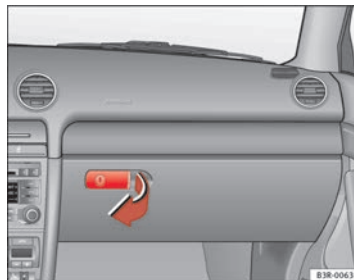

Fig. 137 Guantera
⇒ página 165, fig. 137 y abra la tapa hacia abajo.
- Abra la guantera ⇒ página 165, fig. 137.